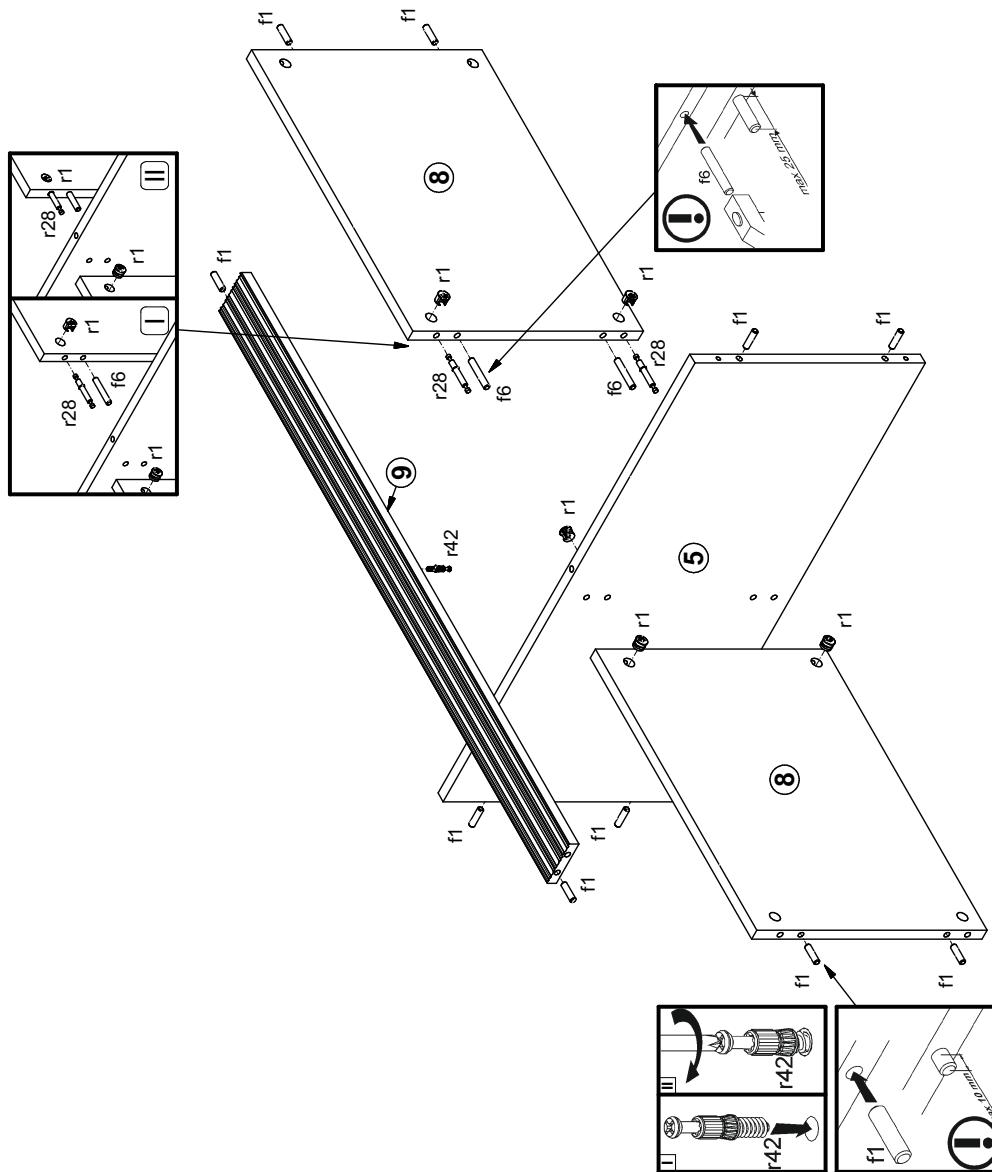

Рисунок 3
4.5. В отверстия Ø8 мм на торцевых внутренних поверхностях полок соединительных 8 в крайние отверстия вставить двухсторонний винты стяжек r28 и штанги f6 (см. рис.3).